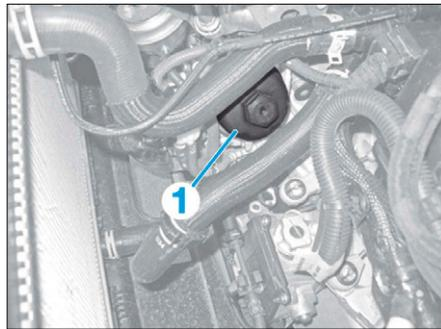

FIG. 18
- le bouchon du filtre à huile (1) (Fig.18).